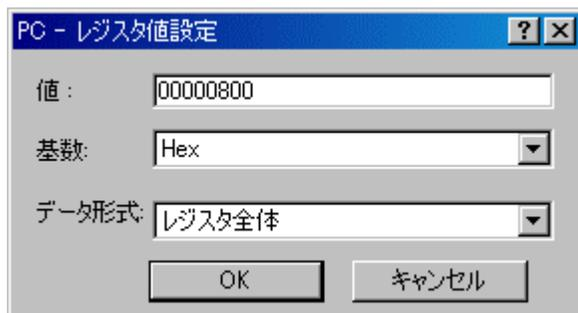

図 6.8 [レジスタ]ダイアログボックス (PC)
2. 正常に実行できない場合、[デバッグ]メニューから[CPUのリセット]を選択し、一度リセットを発行してから、図 6.8 よりやり直してください。